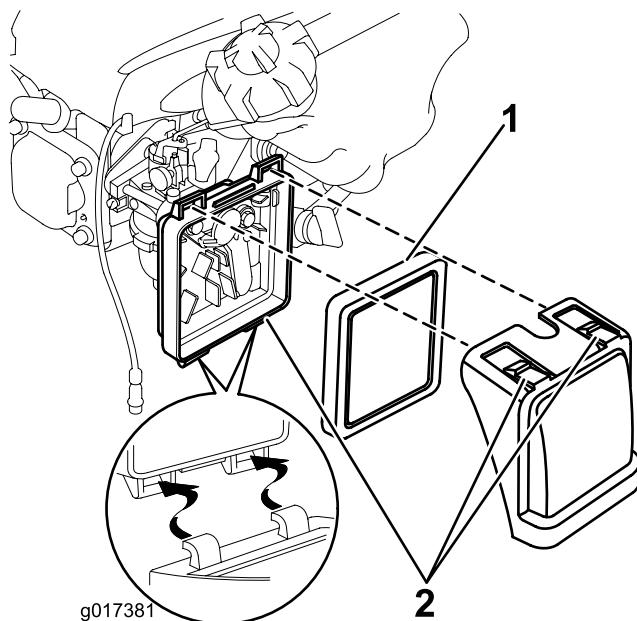

Рисунок 16
- Нажмите книзу на язычки защелок наверху крышки воздухоочистителя (Рисунок 16).
- Откройте крышку (Рисунок 16).
- Извлеките фильтр (Рисунок 16).
- Установите фильтр в воздухоочиститель (Рисунок 16).
- Установите крышку на место (Рисунок 16).